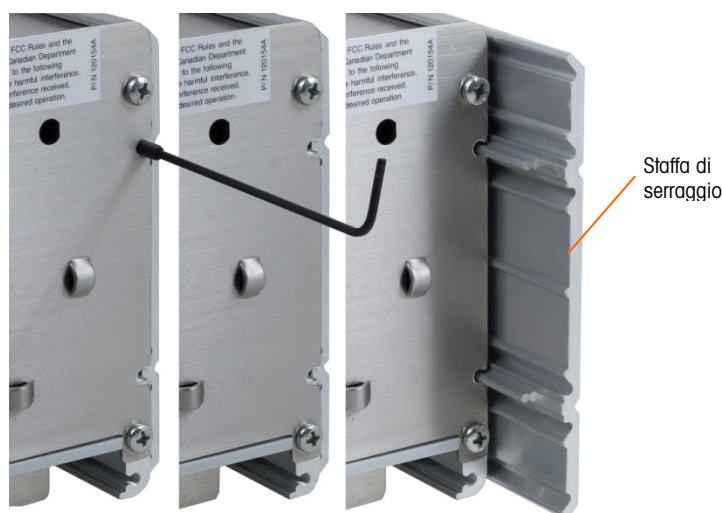

Figura 2-8: Staffa di serraggio
1. Allentare e rimuovere le quattro viti a brugola che fissano le staffe di serraggio al lato dell'alloggiamento (vedere Figura 2-8). Utilizzare la chiave Allen da 2 mm inclusa con il terminale.